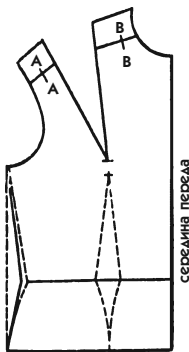

Рис. 480
2. Исправьте линию бокового среза таким образом, чтобы убрать излом на уровне талии (см. сплошную линию на рис. 480). Сделайте то же самое для лекала спинки (второй пример прямой блузы показан пунк- тирной линией).
4. Отметьте расстояние, вдоль которого будут расположены сбор- ки, и поставьте засечки А и В (рис. 480).